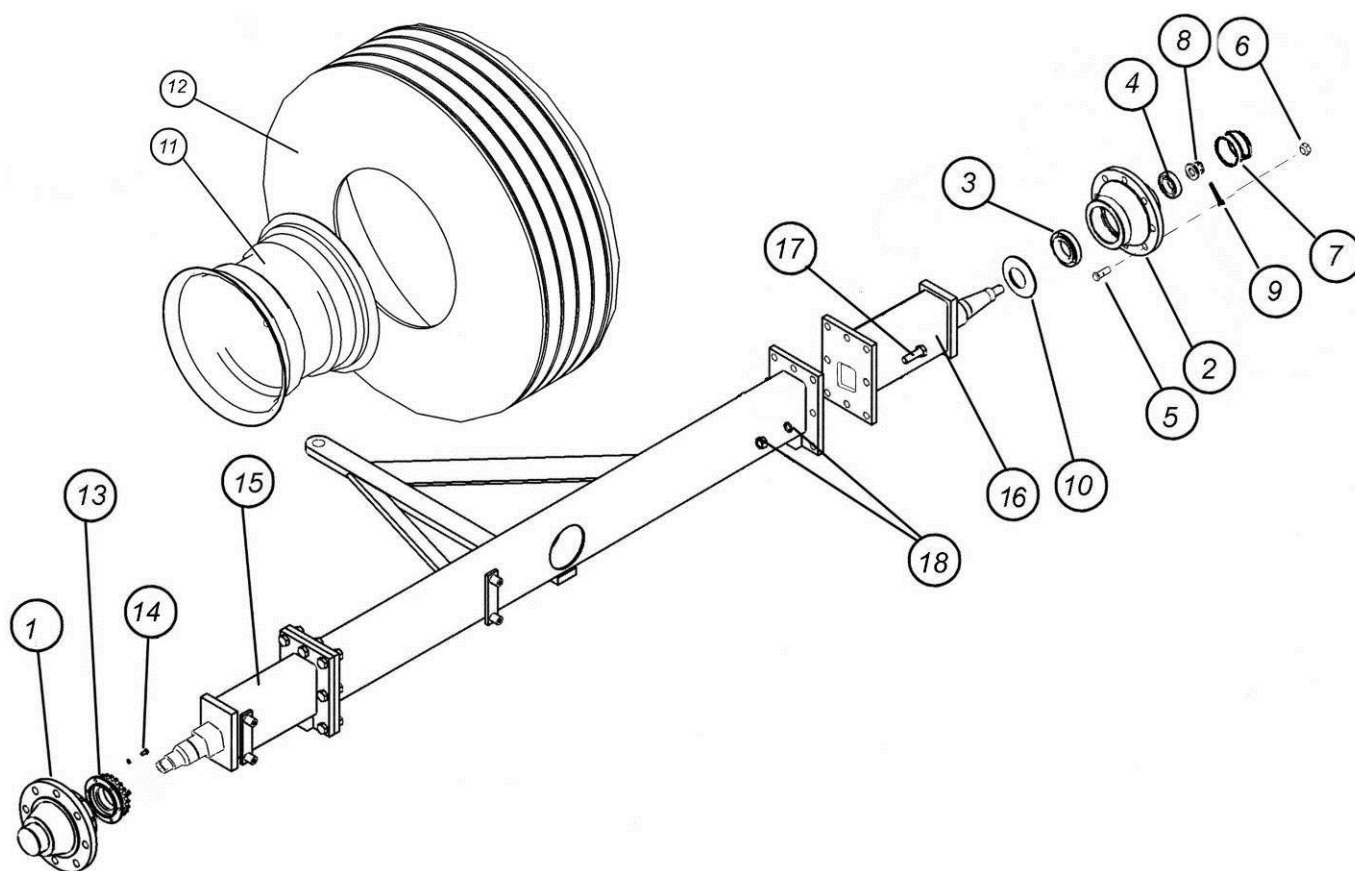

Рис. 7.2.19. Задняя ось двухосного бункера
7.2.19. Задняя ось 2-осного бункера (рис. 7.2.19)
7.2.19.1. Ось одноосного бункера V=6,5м³ (рис. 7.2.19.1)